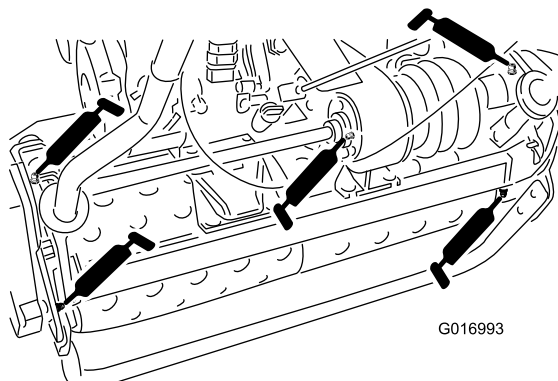

Рисунок 23
- Две на осях барабанов (Рисунок 23)
- Три на дифференциале (Рисунок 23)